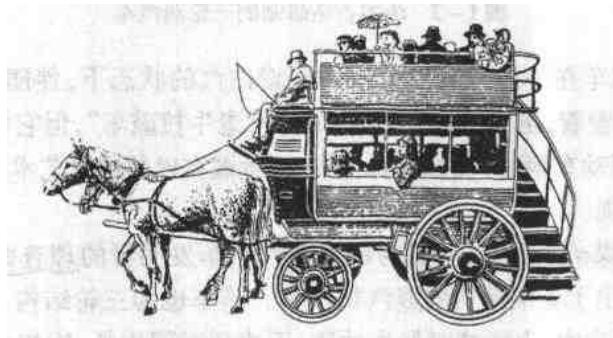

图1-1 欧洲18世纪的双层马车
(1) 古代人力车、畜力车。在远古时代，人们通过驯服牛、马来进行运输和提供交通工具，同时，人们又创造了各种各样的人力车、畜力车等。图1-1为汽车诞生前欧洲18世纪的双层马车。但这些都只是完全借助自然的力量作为驱动力，包括后来在实践中创造的风力车、发条车等，都未能从根本上解决人们对便利、高效的运输工具的需求。